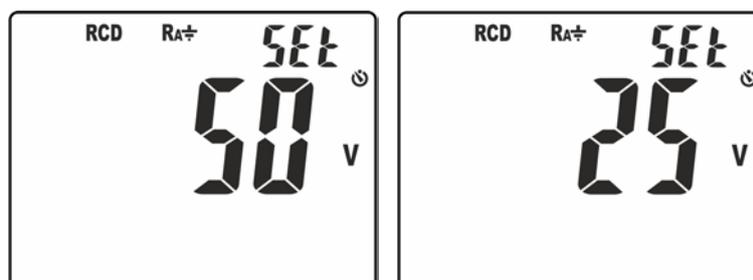

Fig. 5: Configuração do limite na tensão de contacto
2. Mantendo premido o botão **▼/☞** ligar o instrumento rodando o seletor. O ecrã da Fig. 5 – parte esquerda aparece no display com o símbolo “Set” intermitente.